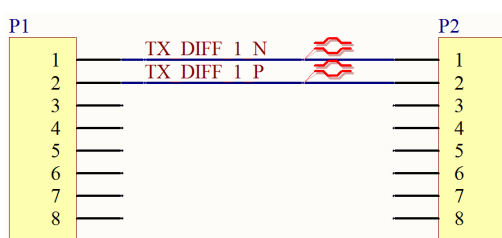

图 14-25 定义差分对线
(1) 打开本例对应的电子资源 Differential_Pair.PrjPcb，双击 Differential_Pair.SchDoc 文档进入原理图编辑环境。
(2) 执行菜单命令 Place » Net Label [P, N]，在两个引脚上分别放置两个网络标签，并分别命名为 TX_DIFF_1_N 和 TX_DIFF_1_P。用户也可以定义其他的网络标签名称，但是这些名称必须满足后缀分别为 _N 和 _P 且其余部分完全相同的要求。
(3) 执行菜单命令 Place » Directive » Differential Pair，光标变为差分对指示符形状，移动光标在上述两个网络上分别单击，即可放置差分对指示符。这样就完成了差分对 TX_DIFF_1 的定义。最后的结果如图 14-25 所示。
(4) 执行菜单命令 Design » Update PCB Document 将原理图中增加的差分对信息同步到 PCB 中。